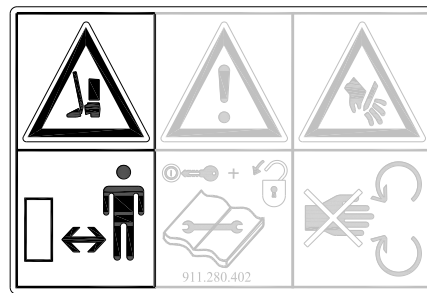

Bild 4
**Håll minst 4 meters avstånd!** (Bild 4)